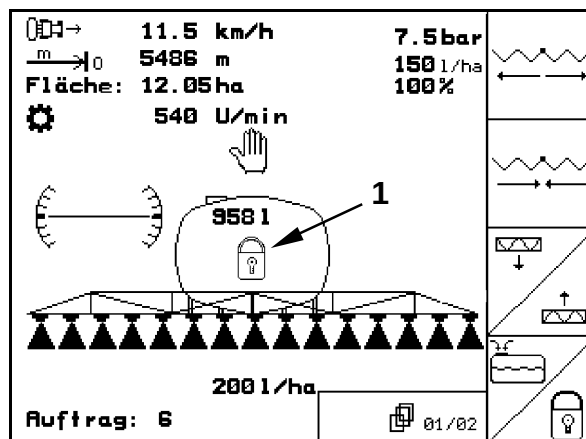

Fig. 137
- Le symbole du cadenas fermé s'affiche au menu Travail (Fig. 137/1) si l'amortissement tri-dimensionnel est verrouillé.